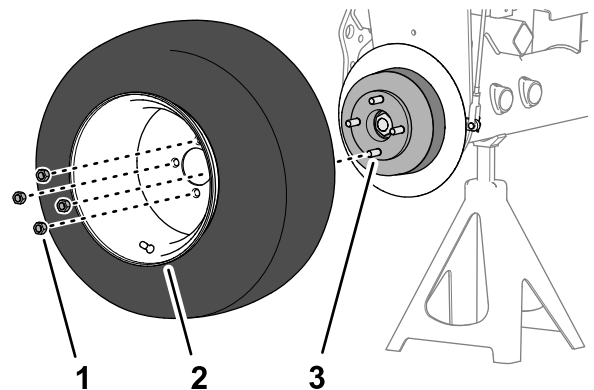

Figura 74
1. Retire las 4 tuercas que sujetan la rueda delantera al cubo, y retire la rueda (Figura 74).